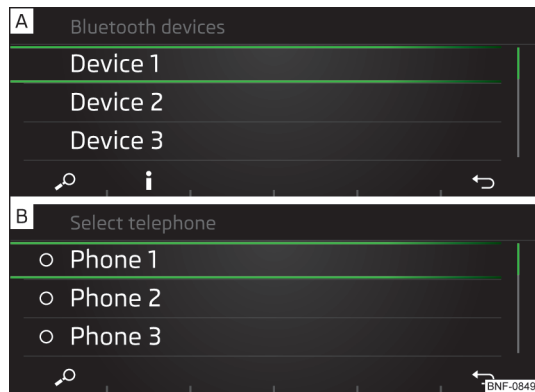

Bild 107
- Välj önskad telefon i listan över funna externa Bluetooth®-enheter » **bild 107** - **[A]**.
- För att **visa** information om upprättande av anslutning med en extern Bluetooth®-enhet ska du trycka på funktionsknappen **i** » **bild 107** - **[A]**.
- I listan som visas ska du välja önskad telefon » **bild 107** - **[B]** resp. den externa Bluetooth®-enheten » **bild 115 på sidan 91** - **[A]**.